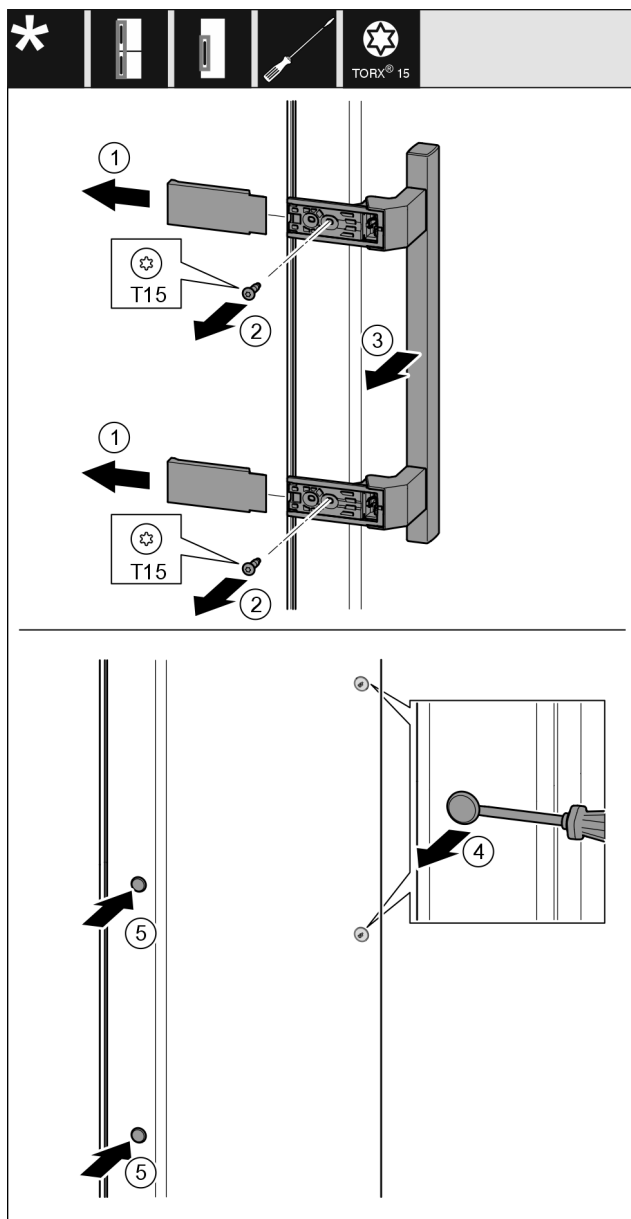

Fig. 24
- Снимите крышку Fig. 24 (1).
- Выкрутите винты Fig. 24 (2) отверткой.
- Снимите ручку Fig. 24 (3).
- Осторожно приподнимите шлицевой отверткой боковую заглушку Fig. 24 (4) и извлеките ее.
- Снова установите заглушку Fig. 24 (5) с другой стороны.